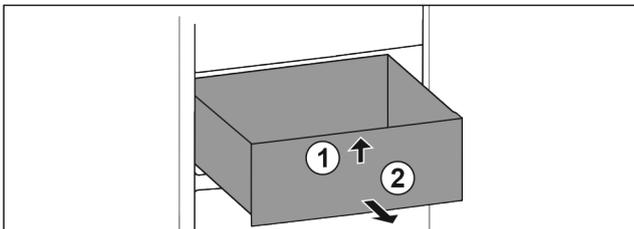

Fig. 73
- ▶ Schubfach vorne anheben. Fig. 73 (1)
- ▶ Schubfach nach vorne entnehmen. Fig. 73 (2)